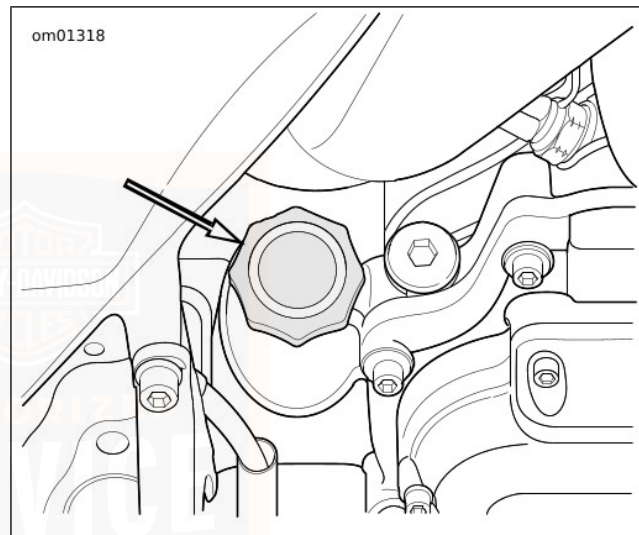

Figura 59. Tappo del rifornimento dell'olio motore
2. Vedere Figura 59 Verificare il livello dell'olio motore.
3. Vedere Figura 59 Controllare il livello dell'olio.